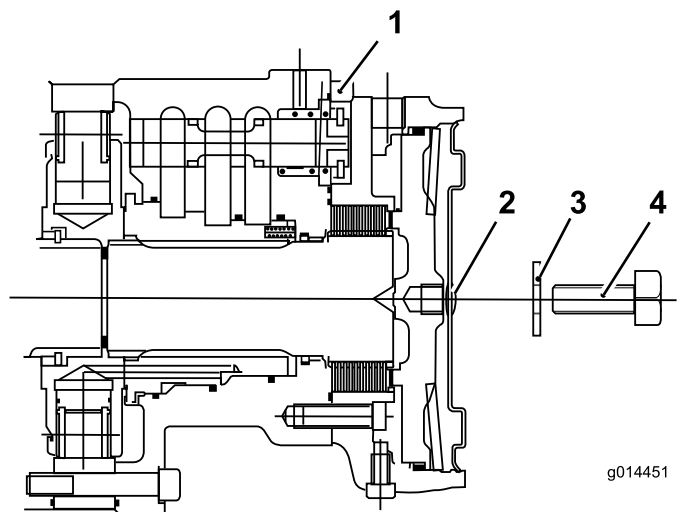

Figura 54
- C. Montate il tappo esagonale sulla piastra di chiusura del motorino (Figura 54).